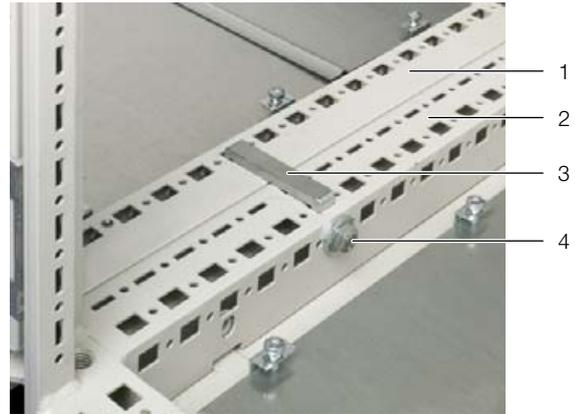

Рис. 25: Соединитель
- Вставьте с передней части соединитель (рис. 25, поз. 3) от серверного шкафа (рис. 25, поз. 2), используя соответствующий вырез в боковой стенке LCP Inline (рис. 25, поз. 1).
- Привинтите соединитель со стороны серверного шкафа (рис. 25, поз. 4), чтобы рамы серверного шкафа и LCP Inline были жестко между собой соединены.